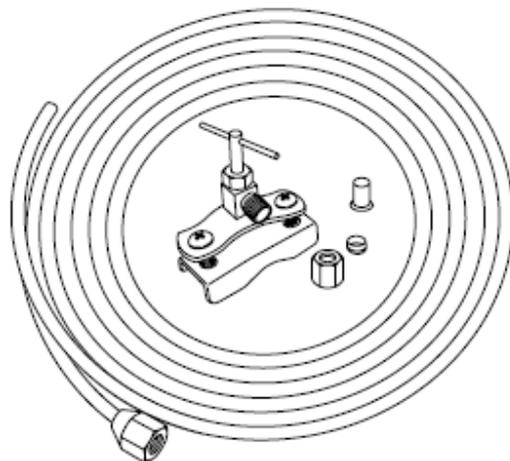

Figura 14
- Utilizar apenas mangueiras de material atóxico, como PVC. A espessura mínima da mangueira de abastecimento, entre a torneira e a válvula solenóide, não deve ser inferior a 1/4". O comprimento da mangueira deve prever a movimentação do aparelho garantindo uma folga para facilitar a remoção do produto e impedir que esta linha dobre. Estes tubos de PVC **NÃO** são fornecidos com o aparelho (Figura 14).